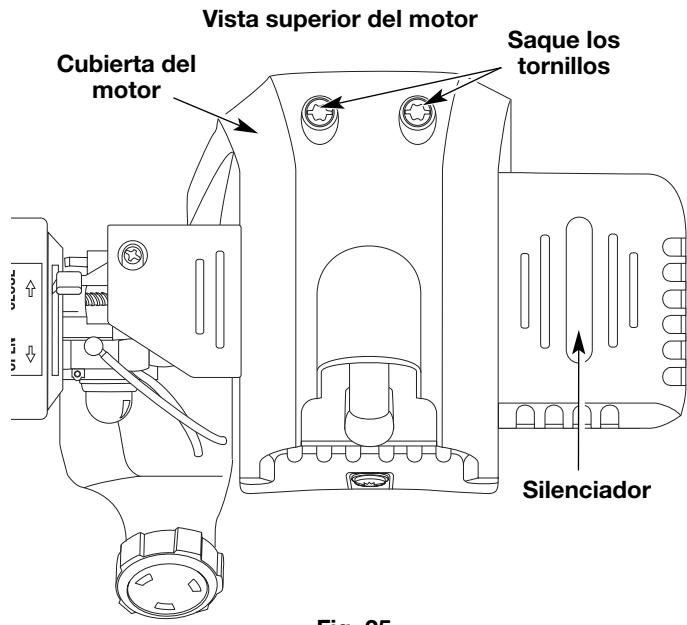

Fig. 25
- Quite los dos (2) Tornillos de encima de la tapa del motor con un destornillador de pala o Torx #25 (Fig. 25).